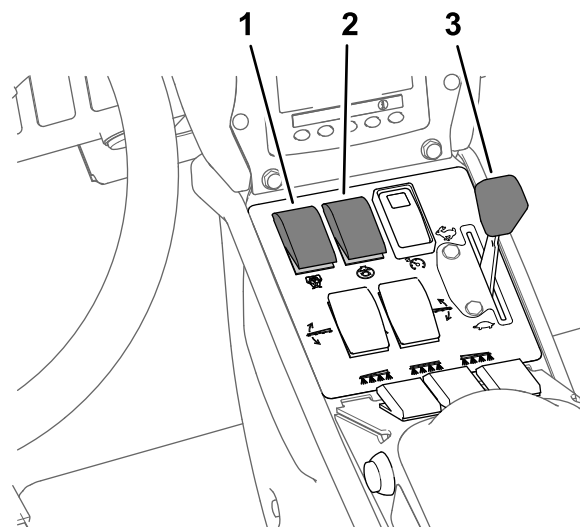

Figura 40
8. Ponga el interruptor de agitación y el interruptor de la bomba de fumigación en la posición de ACTIVADO (Figura 40).
9. Mueva el acelerador a la posición de RÁPIDO (Figura 40).
Nota: Este procedimiento supone que la bomba de fumigación está activada; consulte Figura 40, en Fumigación en el Modo de caudal de aplicación \(página 39\).
4. Ajuste el acelerador a la velocidad de motor deseada para la fumigación; consulte Figura 40, en Fumigación en el Modo de caudal de aplicación \(página 39\).